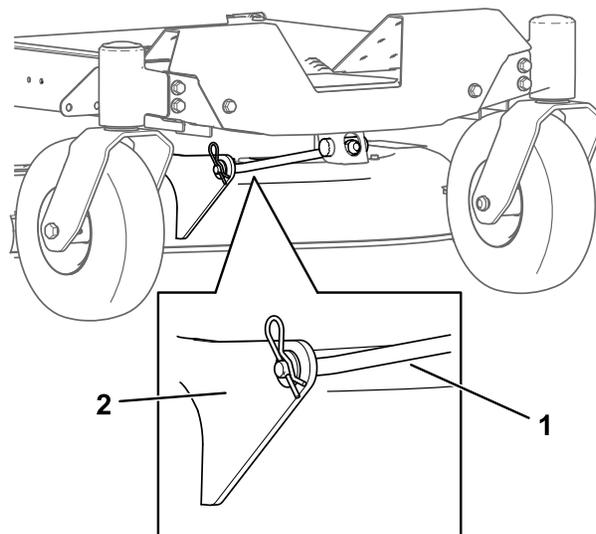

Figura 74
5. Rimuovete la coppiglia dall'asta di supporto frontale e rimuovete l'asta dalla staffa del piatto di taglio (Figura 74).
8. Montate l'asta di sostegno anteriore sul piatto di taglio con il perno con testa e la coppiglia a forcina (Figura 74).